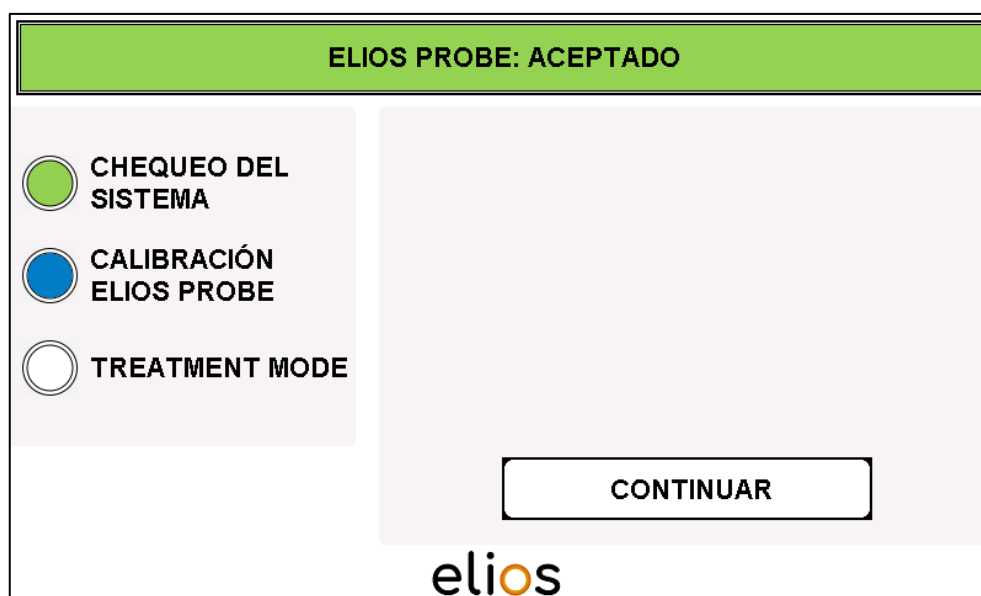

Fig. 4-7: Reconocimiento de la fibra – ELIOS PROBE: ACEPTADO
- Si se conecta una nueva fibra estéril a la ELIOS laser console, se indica la notificación **“ELIOS PROBE: ACEPTADO”**. Para acceder al siguiente elemento del menú, pulsar **“CONTINUAR”** (Fig. 4-7).